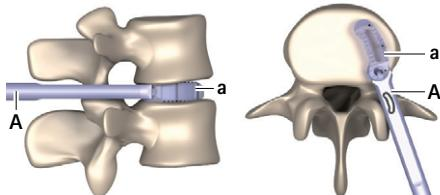

Afb. 9 Implantaat in vulhouder
- ▶ Leg het implantaat **a** in de vulhouder **E**, zie Afb. 9. Let daarbij op de implantaatlengte (opschrift op de vulhouder: L26/L30/L34).